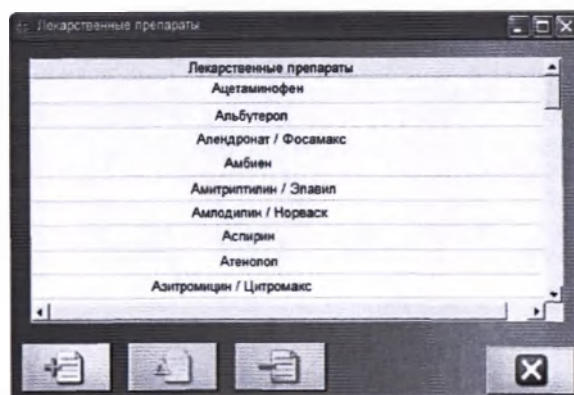

Рисунок 2-41. Массив данных лекарственных препаратов
4. ЛЕКАРСТВЕННЫЕ ПРЕПАРАТЫ (РИСУНОК 2-41)